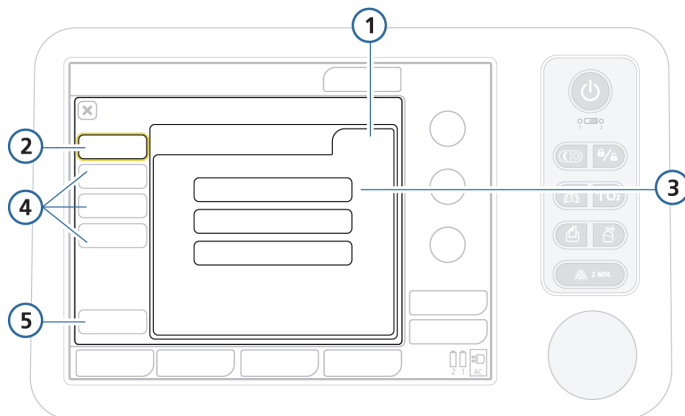

Рисунок G-8. Окно конфигурации параметров быстрой настройки
Откроется окно конфигурации параметров «Общее» (рис. G-8). Обратите внимание: теперь с помощью кнопок на панели слева можно получить доступ к вариантам быстрой настройки.
5. Выберите, какие параметры нужно использовать в данной конфигурации быстрой настройки. Для этого нажмите соответствующую кнопку (рис. G-8):